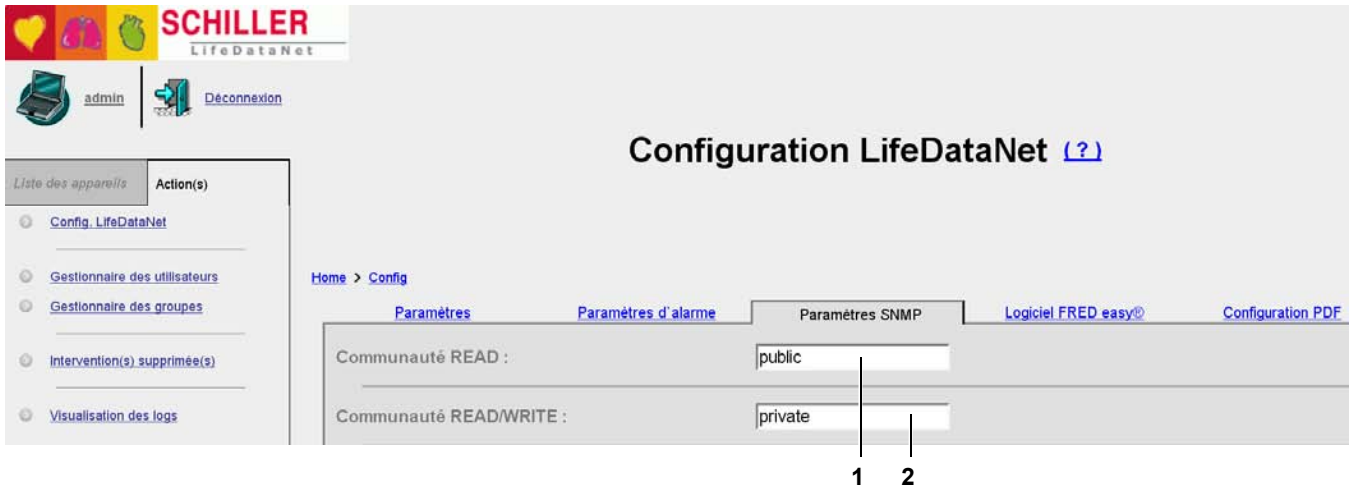

Fig. 5.23 Paramètres SNMP de **LifeDataNet®**
- (1) Onglet «Online» de **FREDCO®**.
- (2) Adresse IP de l'interface réseau du serveur, sur laquelle le **FRED easy®** va se connecter et transmettre ses données.
- (3) Mot de passe de la «RO Community»
- (4) Mot de passe de la «RW Community»
- (5) Delay est l'intervalle de temps avec lequel un message d'erreur est envoyé au serveur par **FRED easy®** Online en vue d'être affiché par **LifeDataNet®**. Cette valeur peut être choisie librement.
- (6) Confirmation de la configuration de l'onglet «Online».
- Renseignez le champ «Server IP address» (2).
- Indiquez le mot de passe de la «RO Community» (3). Le mot de passe peut être choisi librement mais doit être le même que celui renseigné dans l'onglet «Paramètres SNMP» de la page **LifeDataNet®** Configuration (voir Fig. 5.23 (1)).
- Indiquez le mot de passe de la «RW Community» (4). Le mot de passe peut être choisi librement mais doit être le même que celui renseigné dans l'onglet «Paramètres SNMP» de la page **LifeDataNet®** Configuration (voir Fig. 5.23 (2)).
- Puis cliquez sur le bouton «Update» (6) pour confirmer les modifications.
- Pour confirmer les modifications des paramètres, il est nécessaire de cliquer sur le bouton «Update» (6).
- La valeur du Delay (5) peut être choisi librement, mais ne doit en aucun cas être nulle.